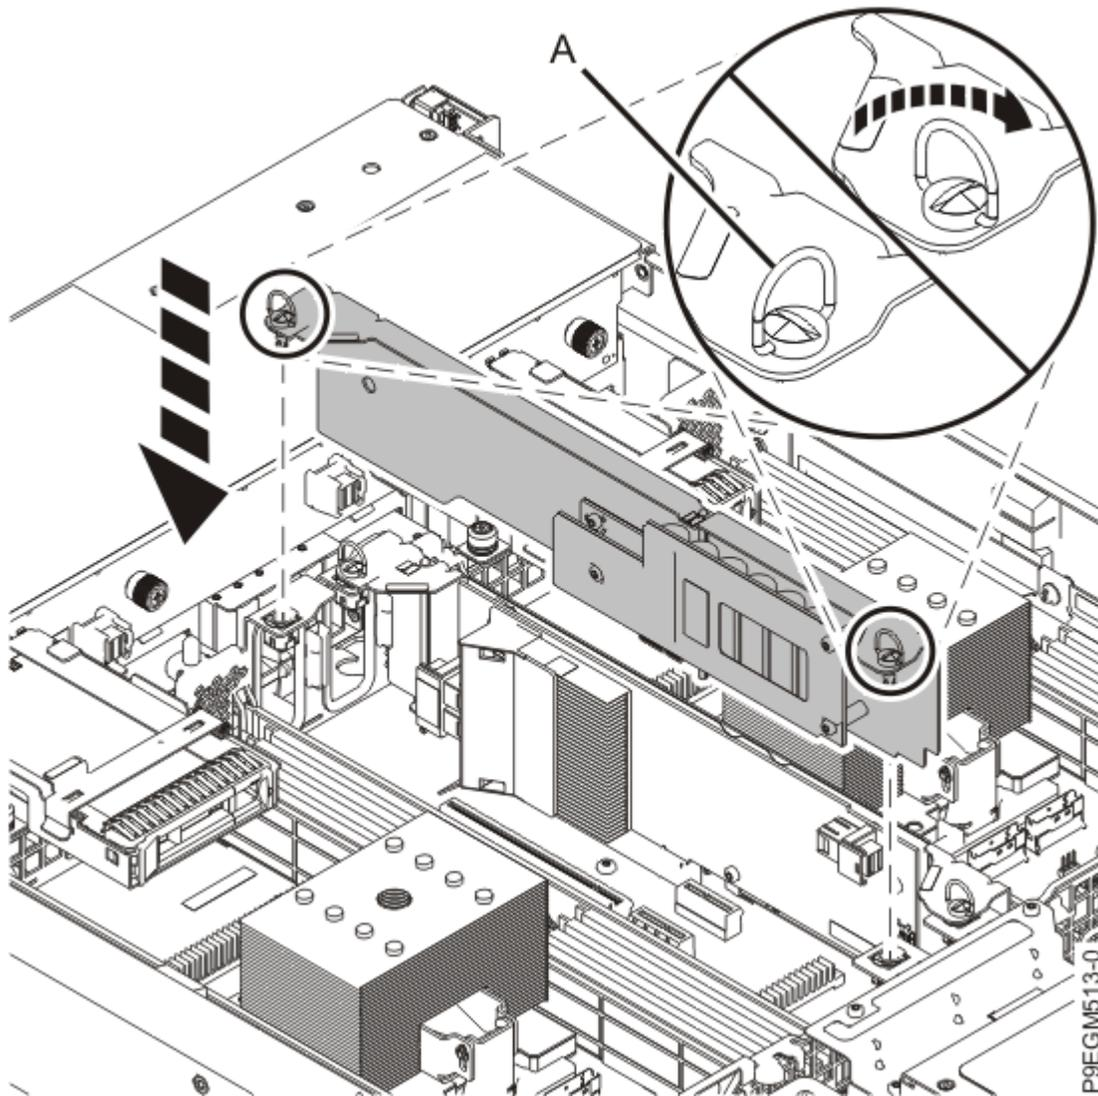

Figura 11. Instalar o módulo de alimentação de reserva
- a) Instale a placa de módulo de alimentação de reserva na mesma ranhura de onde a placa foi removida. Enquanto segura no módulo de alimentação de reserva pelas respectivas pegadas azuis, instale a placa na ranhura. Empurre para dentro e gire os parafusos **(A)** no sentido dos ponteiros do relógio para encaixar completamente a placa de módulo de alimentação de reserva conforme demonstrado em Figura 11 na página 13.